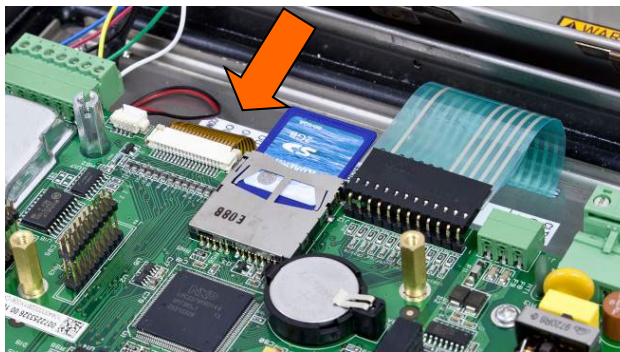

Figura 5-9: Inserção de cartão de memória SD
1. Desligue o terminal e insira o cartão de memória SD, se ele não estiver instalado. Consulte a Figura 5-9 para a localização do cartão de memória SD.